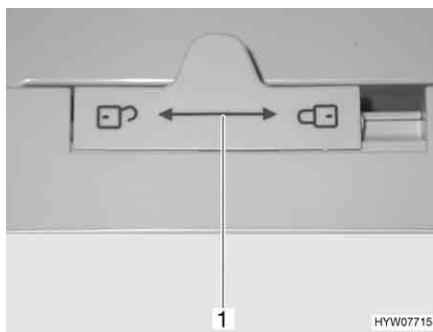

Fig. 119 Bloccaggio della porta del frigorifero (serie Dometic 7)
- Spostare il dispositivo di bloccaggio (Fig. 119,1) verso sinistra "C".
- Spostare il dispositivo di bloccaggio (Fig. 119,1) completamente verso destra "F".